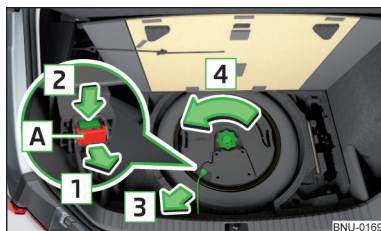

Fig. 315
- › Tire el enclavamiento **A** en el conector en el sentido de la flecha **1** » fig. 315.
- › Atornillar el tornillo de seguridad contra el sentido de la flecha **4** hasta el tope » fig. 315.